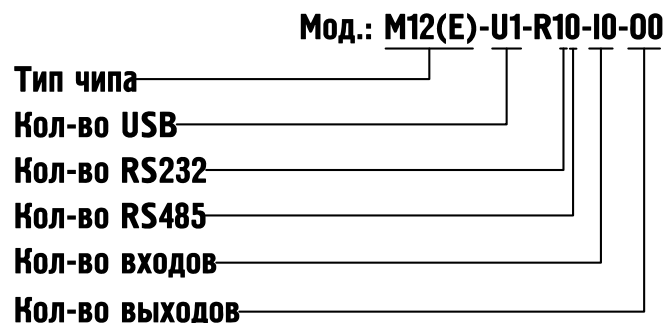

Рис.1. Пример обозначения модификации адаптера.
2.4.1. Адаптер выпускается в нескольких модификациях, которые отличаются количеством интерфейсов. Обозначение модификации нанесено на контрэтикетке. Пример обозначения с расшифровкой представлен на рис.1.